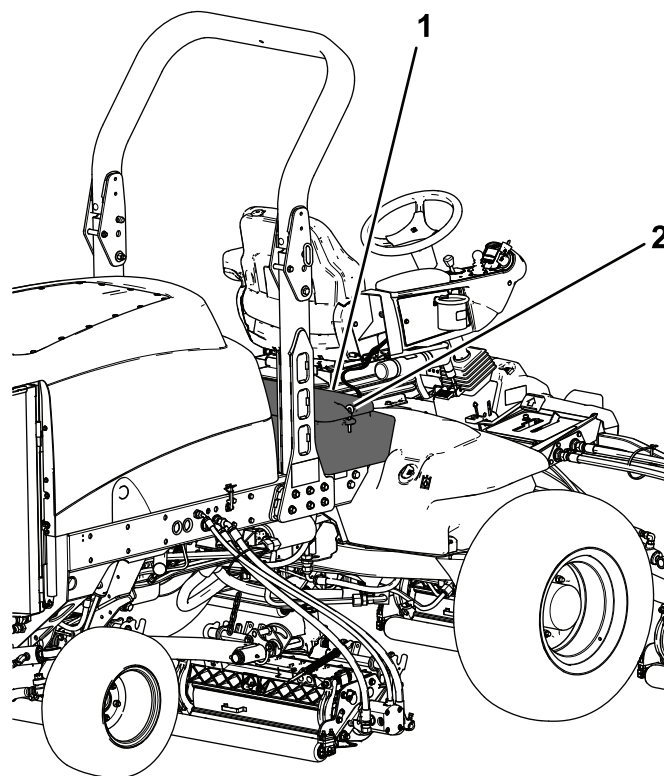

Figure 59
2. Déverrouillez et soulevez le panneau de la console (Figure 59).